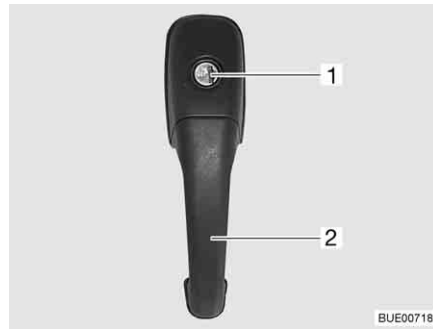

Fig. 56 Cerradura de la puerta de entrada, en el exterior
- Introducir la llave en el cilindro de cierre (Fig. 56,1) y girarla hasta que esté desbloqueada la cerradura de la puerta.
- Tirar del tirador de la puerta (Fig. 56,2). La puerta está abierta.
- Introducir la llave en el cilindro de cierre (Fig. 56,1) y girarla hasta que esté bloqueada la cerradura de la puerta.